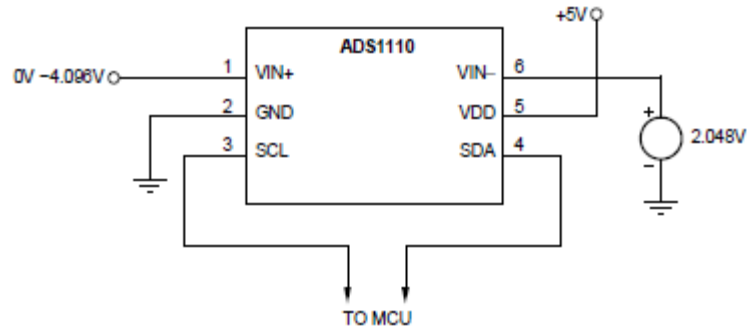

図 2 ADS1110でのシングルエンド信号測定
- ・ 図2のように、基準電圧2.048Vを負側の入力に接続します。